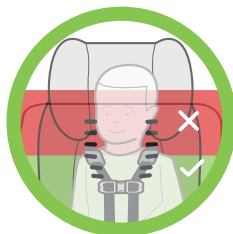

Figure 115
**Orientation vers l'arrière** – Les sangles du harnais doivent traverser les fentes des sangles du harnais au niveau ou au-dessous – et le plus près possible – des épaules de l'enfant, tel qu'illustré dans la **Figure 115**.